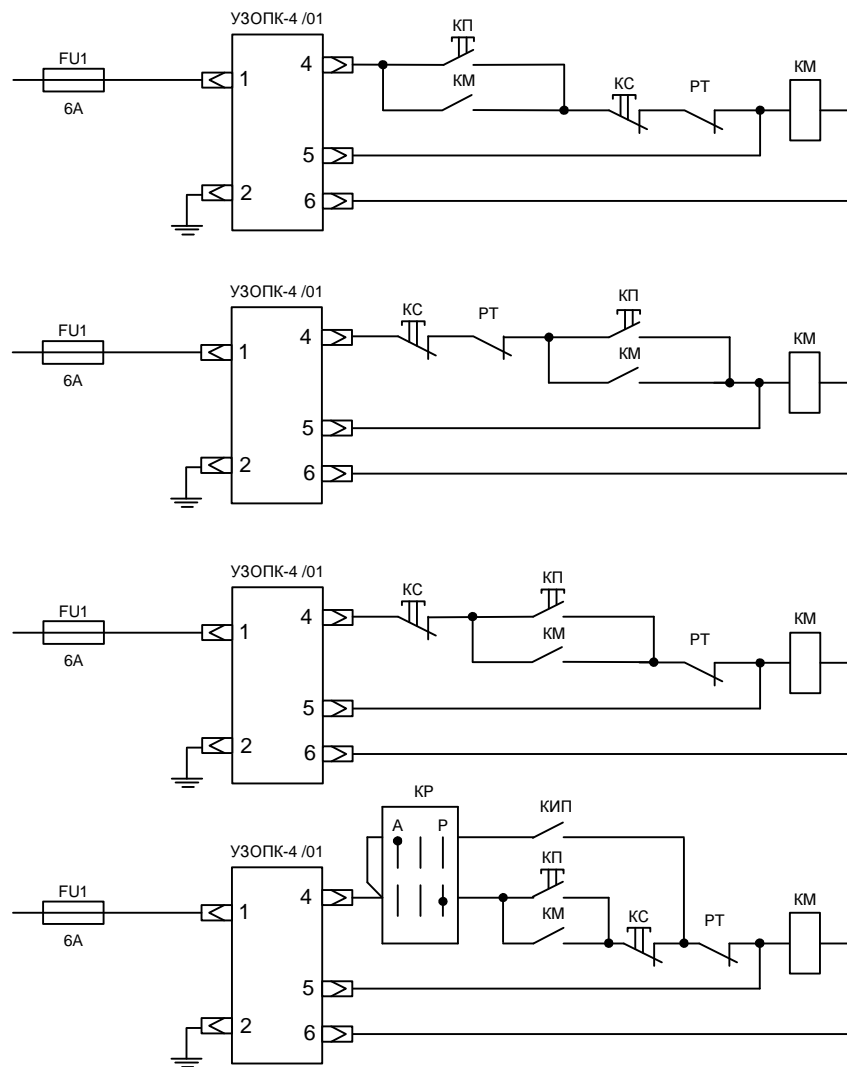

Рис. 1. Примерные схемы подключения устройства УЗОПК-4/01.
3.4.1. Типовые схемы подключения устройства УЗОПК-4/01 приведена на рис.1.